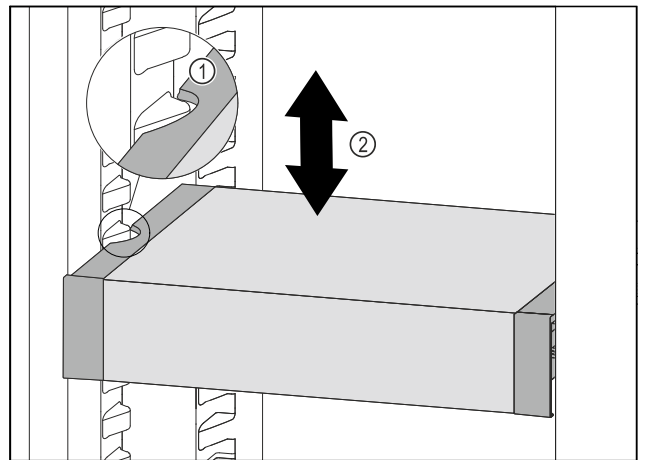

Fig. 88
- VarioSafe nach vorne ziehen, bis sich die seitlichen Aussparungen des VarioSafes auf Höhe der Behälterrippe im Kühlteil befinden. Fig. 88 (1)
- VarioSafe im Kühlteil nach oben oder unten bewegen, bis gewünschte Höhe erreicht ist. Fig. 88 (2)